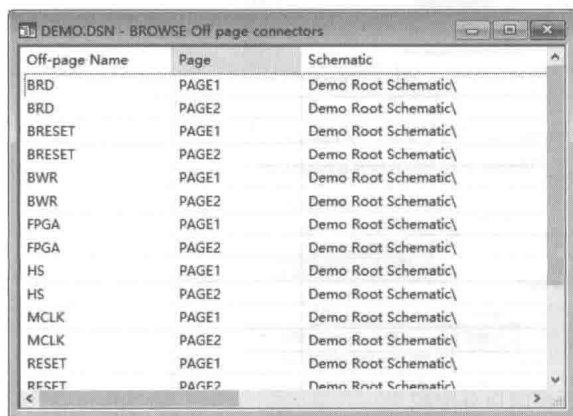

图 1.3.13 列出 connectors
- (3) 执行菜单命令 “Edit” → “Browser” → “Off - Page Connectors”, 此时, 工程中所有的 connector 全部都被列出来, 如图 1.3.13 所示。